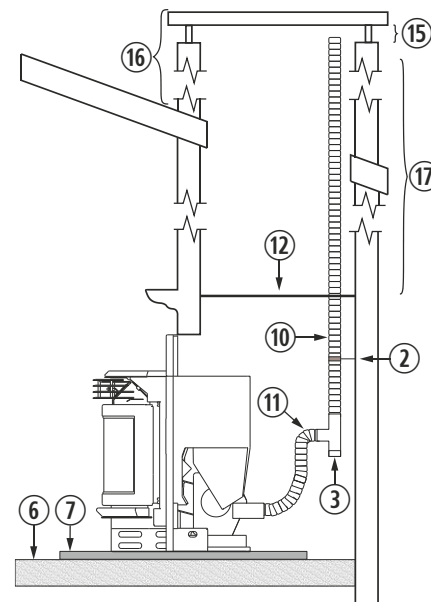

Figura 12
**4.29.** La instalación de un encastrable en una chimenea de obra, se puede realizar en toda su totalidad en tubo flexible, tal y como indica la *figura 12*. Debemos tener especial cuidado a la hora de realizar el aislamiento entre la chimenea y el tubo de la salida de gases, para evitar posibles retrocesos de gases en caso de tormenta.
②	Abrazadera de sujeción de acero inoxidable.
③	Te de 90° con registro.
⑥	Suelo de madera.
⑦	Protector del suelo no combustible.
⑩	Tubo flexible de acero inoxidable.
⑪	Manguito unión rígido a flexible.
⑫	Aislante anti retroceso.
⑮	Mínimo 200mm.
⑯	Debe sobrepasar 1 metro el tejado.
⑰	Mayor a 8 m aumentaremos una medida.